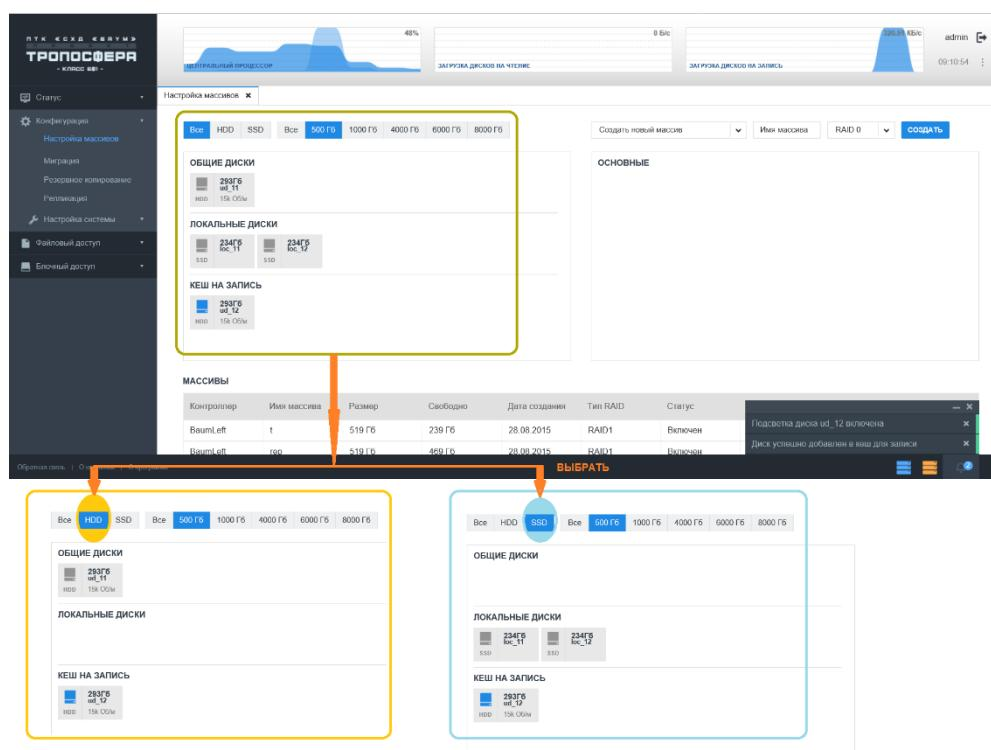

Рисунок 22 - Фильтры выбора массивов
- 1) Перейдите на вкладку «Настройка массивов» [выберите «Конфигурация» → «Настройка массивов»] (Рисунок 22).
- Перейдите на вкладку «Настройка массивов» [выберите «Конфигурация» → «Настройка массивов»] (Рисунок 22).